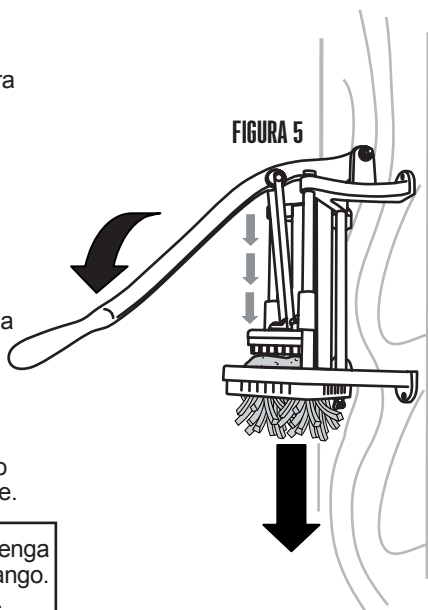

FIGURA 5
3. Baje el mango para hacer que la papa salga por abajo de la placa rebanadora (FIGURA 5).